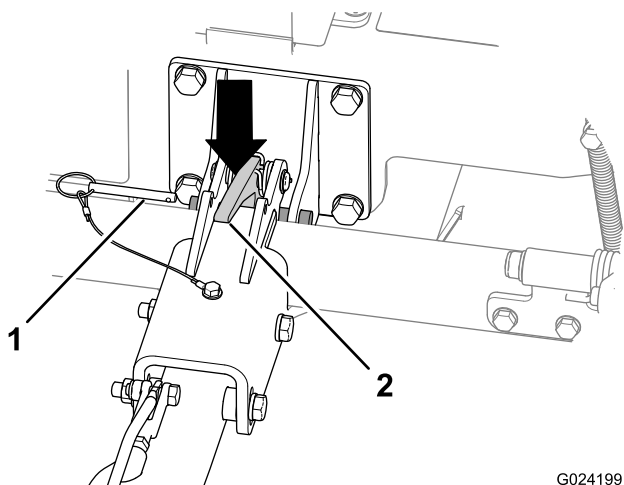

图18
A. 拔出锁定销（图18）。
C. 向下推压挂钩门锁、以打开挂钩门锁（图18）。